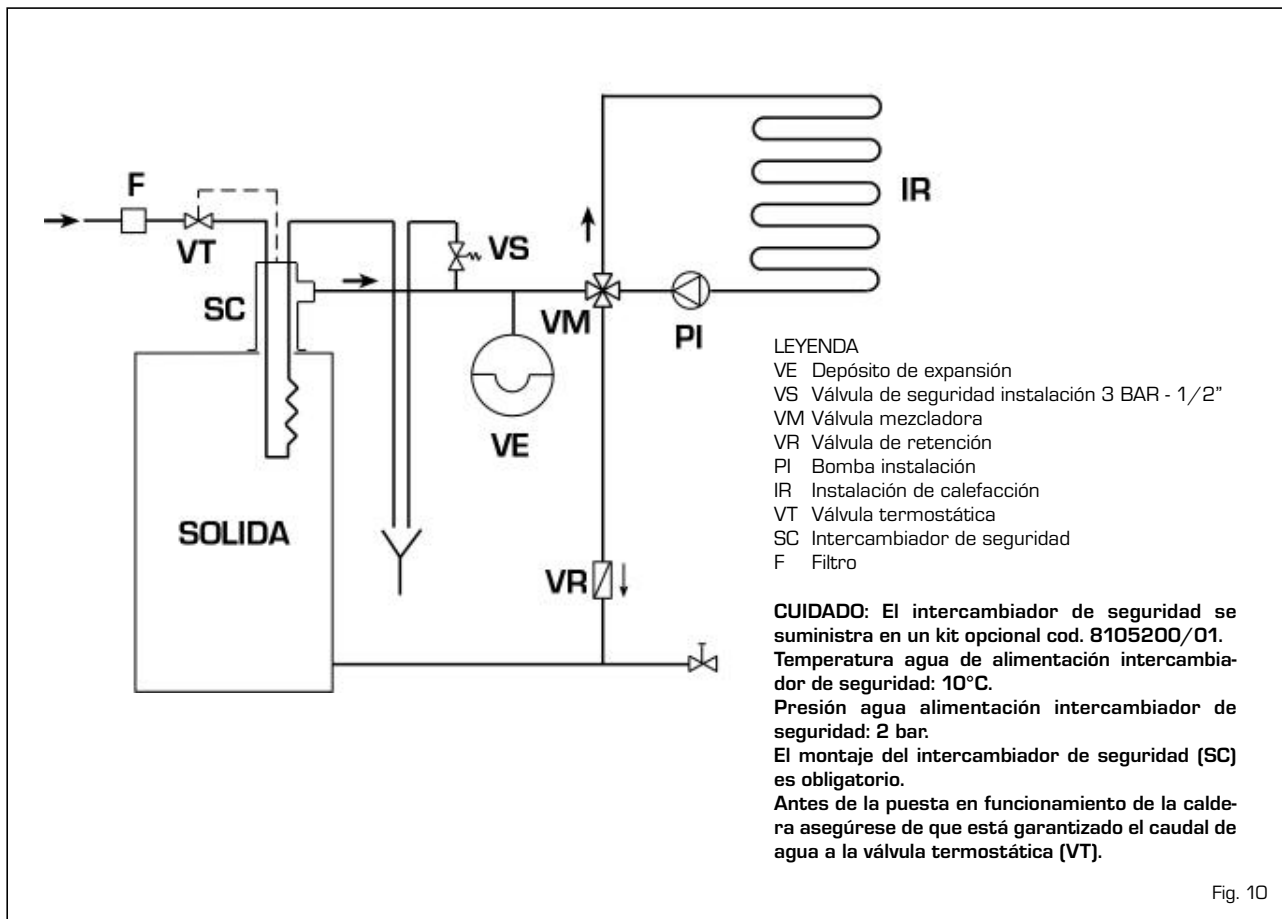

Fig. 10
4.8.2 Instalación con vaso de expansión cerrado e intercambiador de seguridad con válvula termostática (fig. 10)
- La instalación a la cual se conecta la caldera tiene que poseer preferentemente un sistema con depósito de expansión tipo abierto (fig. 10).